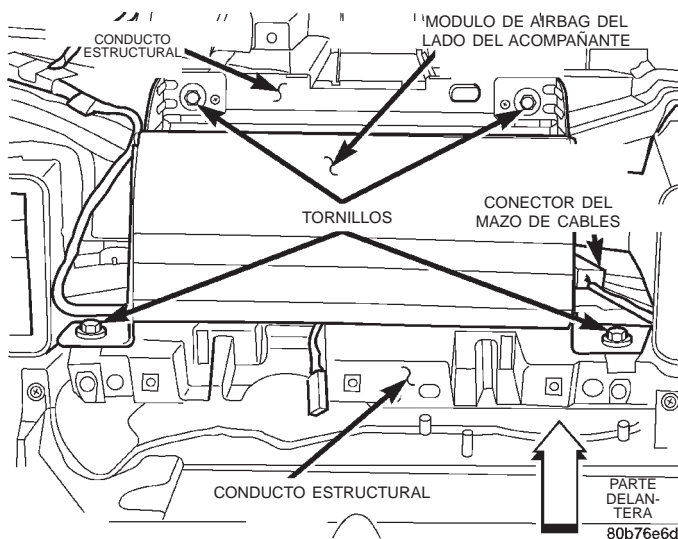

Fig. 9 Desmontaje e instalación del módulo de airbag del lado del acompañante
(1) Desconecte y aisle el cable negativo de la batería. Si alguno de los dos módulos del airbag no se ha desplegado, espere dos minutos para permitir que se descargue el condensador del sistema, antes de proceder con el servicio.
(2) Retire el acolchado superior del tablero de instrumentos. Para informarse sobre el procedimiento, consulte **Acolchado superior del tablero de instrumentos** en la sección Desmontaje e instalación del grupo 8E - Sistemas del tablero de instrumentos.
(3) Desconecte el conector de mazo de cables del tablero de instrumentos del conector del mazo de cables del módulo de airbag del lado del acompañante, que está fijado en el exterior del soporte del lado de afuera del extremo del módulo de airbag.
(4) Retire los dos tornillos que fijan las dos lengüetas de instalación delantera del soporte de extremo del módulo de airbag en la parte delantera del conducto estructural del tablero de instrumentos (Fig. 9).